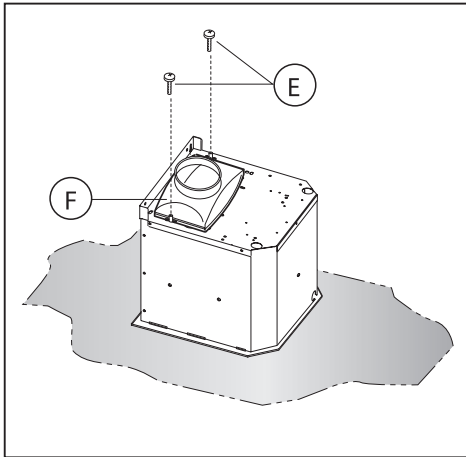

Fig.9
- Nel caso in cui il vostro prodotto è fornito di una flangia di raccordo, prima di fissare la cappa alla struttura, eseguire il montaggio indicato in Fig.9. Prendere la flangia di raccordo **F** e montarla nella parte superiore del gruppo di aspirazione della cappa con le 2 viti **E** (Fig.9).